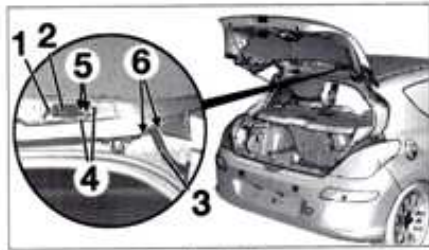

Fig. 170
- la vis (Fig. 170)
- Débrancher les connecteurs en (5).
- Déposer le boîtier antenne autoradio (2).
- le passe-gaine (3) en (6).
- le faisceau électrique (4) du passe-gaine (3).